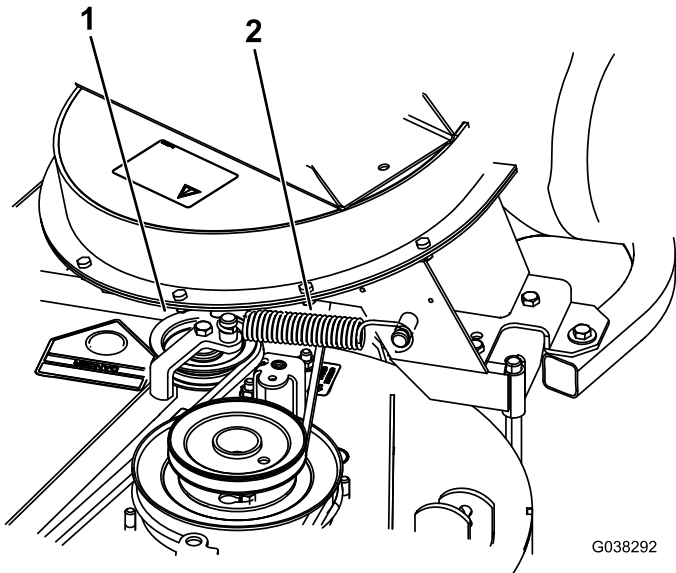

Figura 59
7. Montate la molla come illustra Figura 59.
8. Installate la cinghia sulla puleggia tendicinghia a molla (Figura 59).